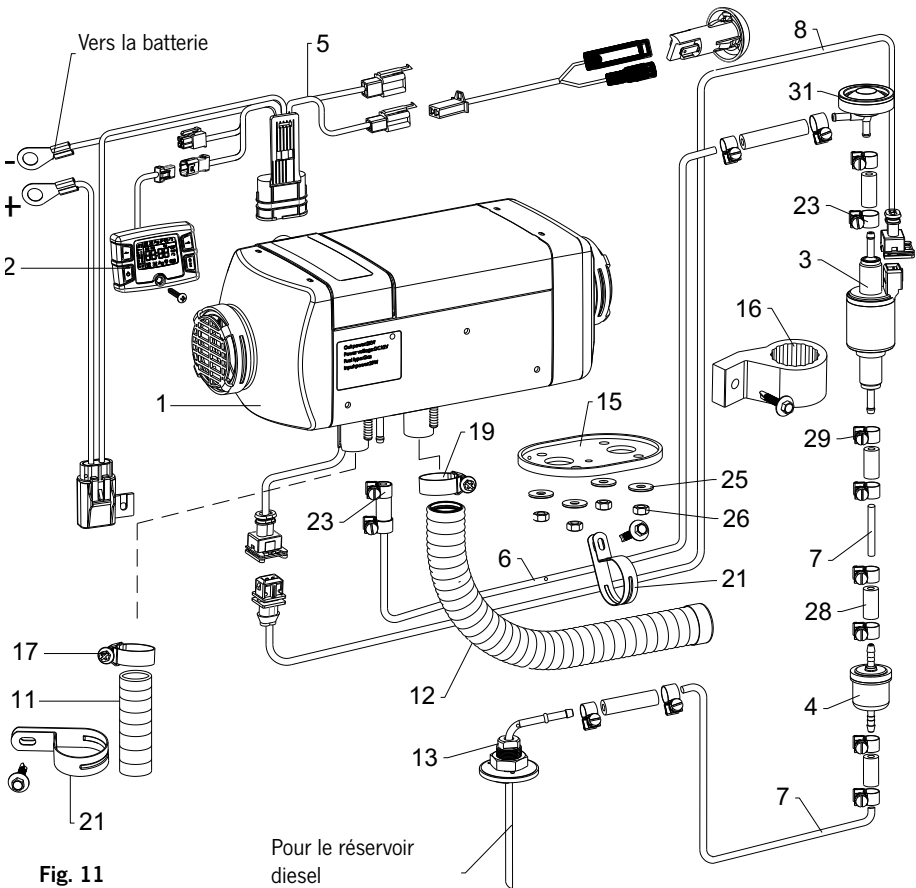

Fig. 11
26. VanHeat 2.0-DH | Informations sur le produit | Liste des pièces de rechange (voir fig. 11)